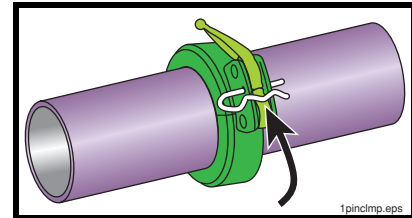

Figura 34
- 12.3** **⚠️ ADVERTENCIA** Se deberán utilizar pasadores en todas las abrazaderas del sistema de descarga. Las abrazaderas que cuelgan sobre trabajadores y las utilizadas en el sistema que sean arrastradas deben tener pasadores (Figura 34).